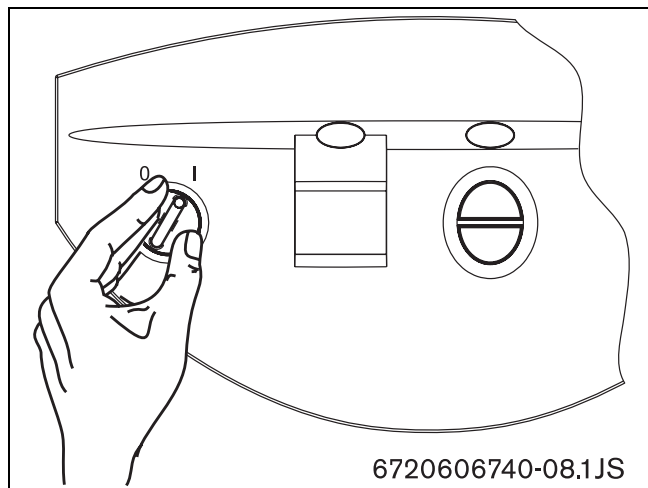

Fig. 6
- ▶ Attivare l'interruttore bipolare installato a monte dell'apparecchio e ruotare l'interruttore principale nella posizione I (→Fig. 6).